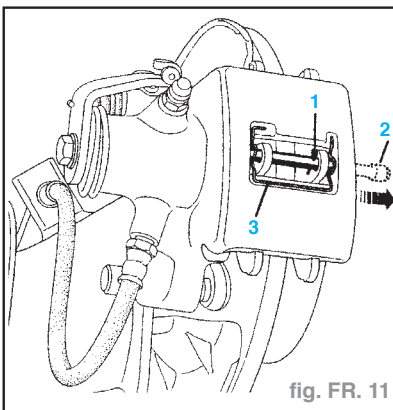

fig. FR. 11
- la goupille (1) (fig. FR. 11),
- Remonter la goupille de sécurité (1) (fig. FR. 11).